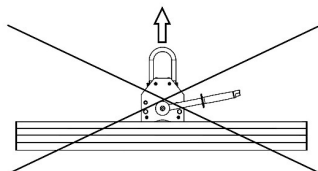

Fig. 14
- Levantar más de una carga a la vez (fig. 14)